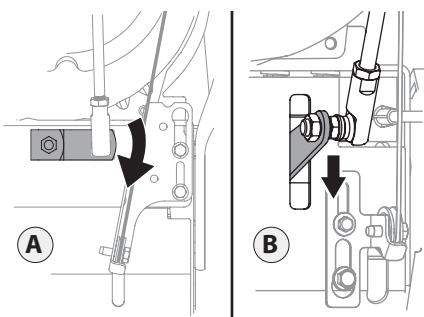

Figura 2-60
- Asegúrese de que la palanca de cambios de la parte trasera de la transmisión esté girada hacia abajo hasta el máximo de rotación posible. Consulte la Figura 2-60, Detalle "A" para los modelos sin transmisión hidrostática o el Detalle "B" para los modelos con transmisión hidrostática.